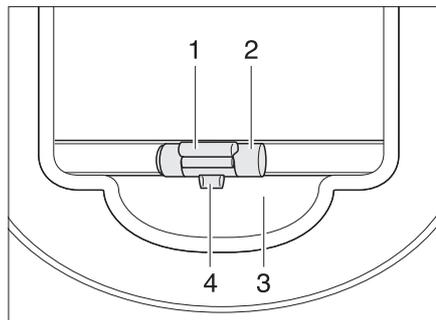

Fig. 27 Store occultant
- Fermer : ■ Tirer le store occultant vers le bas par la poignée (Fig. 27,2) et le laisser se verrouiller.
- Ouvrir : ■ Tirer légèrement le store occultant vers le bas par la poignée (Fig. 27,2) et pousser la barre de déverrouillage (Fig. 27,1) vers l'extérieur. Le verrouillage touches (Fig. 27,4) se détache du logement (Fig. 27,3).